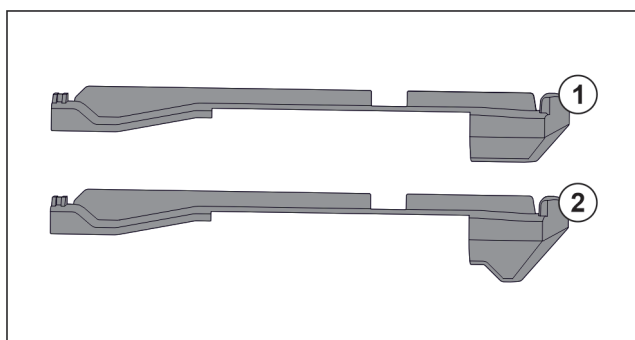

Fig. 149 Porovnání nasazovacích dílů
V přístroji se nacházejí dva různé nasazovací díly. Nasazovací díl nad nejspodnější zásuvkou Fig. 149 (2) má hranu trojúhelníkového tvaru. Všechny ostatní nasazovací díly Fig. 149 (1) mají rovnou hranu.
- Nasazovací díl Fig. 149 (2) s hranou trojúhelníkového tvaru připevněte nad nejspodnější zásuvkou.
- Nasazovací díl Fig. 149 (1) s rovnou hranou připevněte na všech ostatních místech.